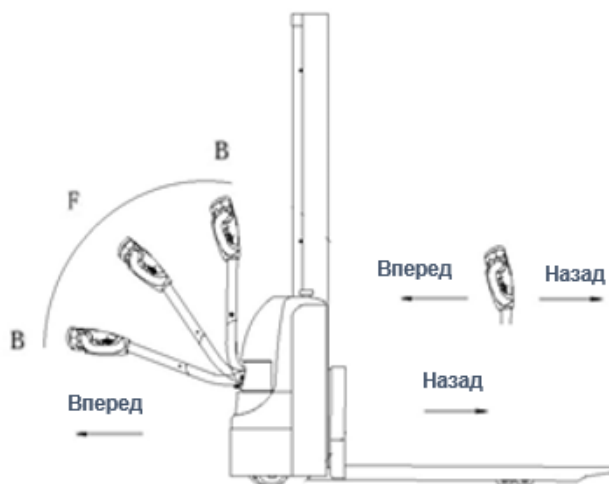

Рисунок 6.
- Переведите рукоятку управления вверх или вниз в зону торможения («В» на рис. 6), и штабелер начнет торможение до полной остановки. Если отпустить рукоятку, она автоматически перейдет в верхнее положение зоны торможения («В»), до полной остановки.